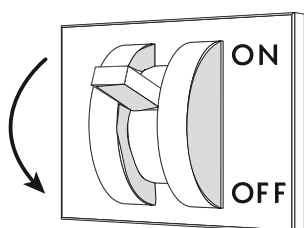

Fig. 36
- Desconectar la alimentación eléctrica del mueble mediante el interruptor seccionador general instalado en la pared ("Fig. 36").